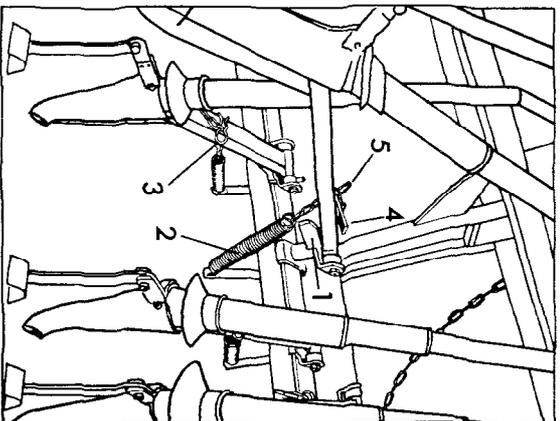

Abb. 7
Der Druck der Schare kann den jeweiligen Bodenverhältnissen angepaßt werden. Zum Einstellen des Schardruckes hebt man die Maschine durch die Schlepperhydraulik an, wobei die Schare sich am Anschlag (Abb. 7/1) abstützen und die Zugfedern (Abb. 7/2) entlastet werden. Durch Ziehen oder Nachlassen an dem Knebel (Abb. 7/4) kann die Zugfeder (Abb. 7/2) beliebig eingestellt werden. Die Kette (Abb. 7/5) wird dann im Schlitz festgesetzt.
3. Schardruck wieder einstellen, siehe Abb. 7.